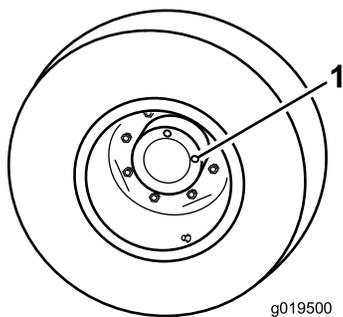

Figura 12
1. Tapón de verificación/drenaje (2)
2. Retire el tapón de la posición de las 3 (Figura 12). El aceite debe llegar a la parte inferior del orificio del tapón de verificación.